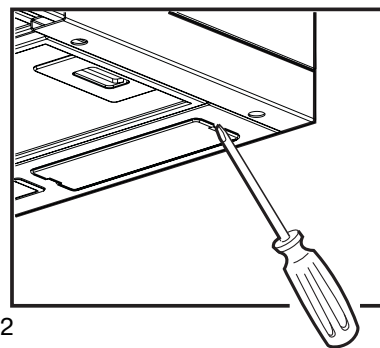

Рис. 2
2. Небольшой отверткой или другим подходящим инструментом подцепите плафон (**Рис. 2**).